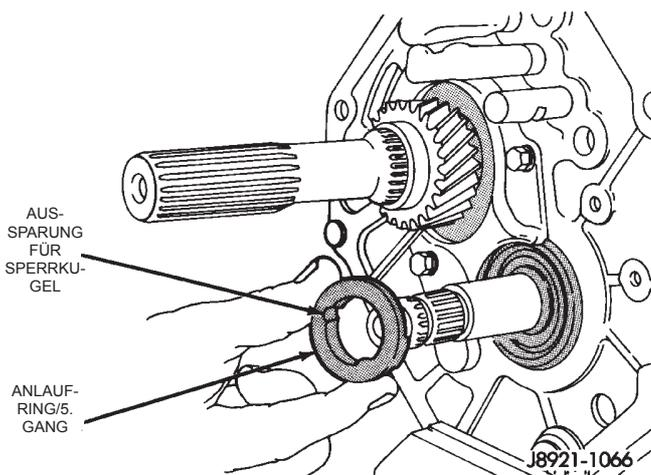

Abb. 59 Anlaufing/5. Gang ausbauen
(11) Den Anlaufring für den fünften Gang von der Vorgelegewelle abnehmen (Abb. 59).